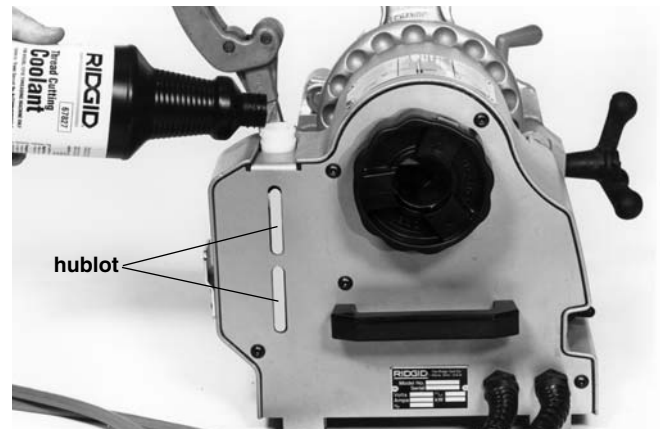

Figure 5 – Remplissage du réservoir de liquide de filetage
- Mettez l'interrupteur marche/arrêt (ON/OFF) à la position « marche » (ON). Appuyez momentanément sur la pédale de commande. Vérifiez que le mandrin tourne bien à gauche lorsque vu du côté 'outil' de la fileteuse. Si l'appareil ne tourne pas dans le sens prévu ou que la pédale de commande ne contrôle pas son fonctionnement, n'utilisez pas l'appareil avant qu'il ait été réparé.
16. Vérifiez le niveau de liquide de filetage RIDGID Thread Cutting Coolant via le hublot situé à l'arrière de la fileteuse n° 1210 (Figure 5). Au besoin, retirez le bouchon de remplissage du réservoir et faites l'appoint. Le réservoir contient environ 16 onces de liquide de filetage.